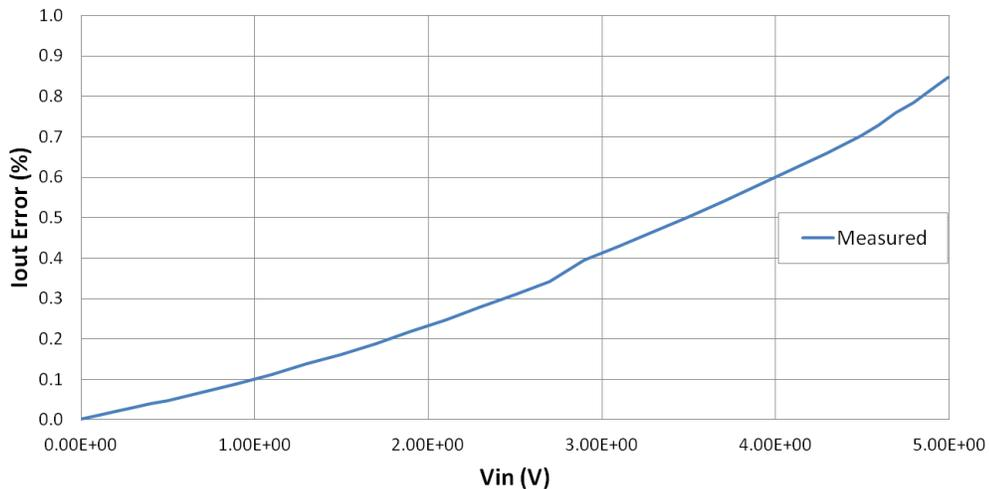

图 10: 已测得的  $I_{\text{输出}}$  误差 (%FSR) 与  $V_{\text{输入}}$  间的关系
为了更清楚地观察转换功能中的误差，Figure 10 显示了  $I_{\text{输出}}$  中的满量程百分比误差，绘制为  $V_{\text{输入}}$  的函数曲线图。当满量程电流附近的感测电阻器开始加热时，可以看到一个轻微的二阶响应。可通过使用一个较低温度系数 (TC) 感测电阻器来大大减少这个值。